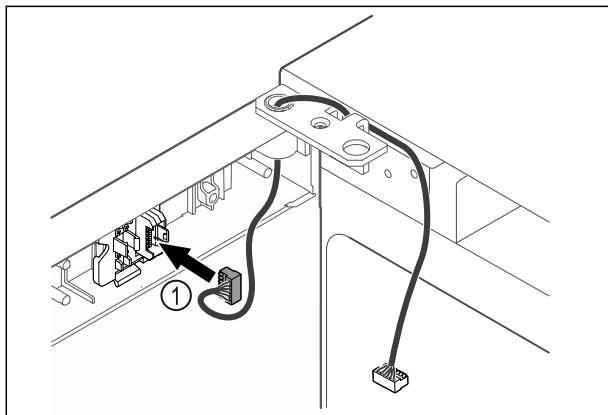

Fig. 47
- Stecker Fig. 47 (1) in Steckerhalterung einstecken.